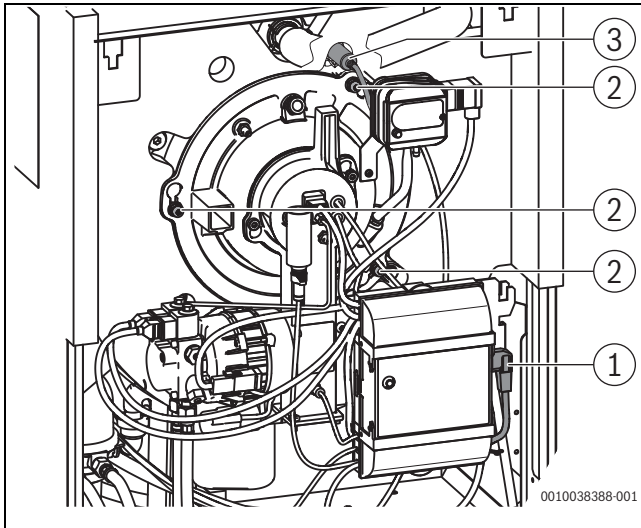

Bild 7 Ölbrenner ausbauen
- Netzstecker (→Bild 7), BUS-Leitung und Anschlusskabel Kesseltemperaturfühler (→Kapitel 12.3.2, Seite 47) am Feuerungsautomaten abziehen.
- Anschlusskabel am Kesseltemperaturfühler (→Bild 7) abziehen und entsorgen.
- 3 Muttern an der Bajonettbefestigung (→Bild 7) am Brennerflansch lösen.